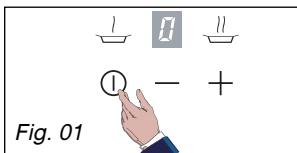

Fig. 01
— Sélectionnez le brûleur que vous souhaitez utiliser en posant votre doigt bien droit et bien à plat sur la touche ① correspondante (Fig. 01).